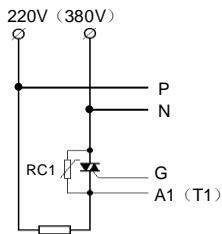
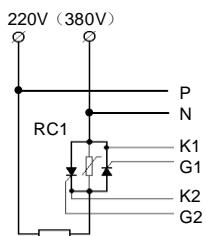

图 11: C2 型应用一传统触发型单路移相触发
图 12: C2 型应用二传统触发型单路移相触发
- C2、C8 类型采用传统触发方式，触发有极性且必须接同步信号线，请严格参照前文图 11、图 12、图 15 相关接线图连接。